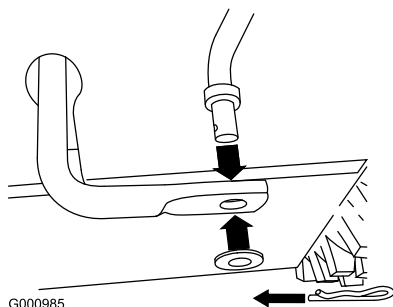

Bild 5
1. Entfernen Sie den Splint und die Scheibe vom unteren Ende des Geschwindigkeitseinstellgestänges und setzen Sie das untere Ende der Stange in den unteren Gestängearm ein. Das gebogene Ende des Geschwindigkeitseinstellgestänges sollte nach hinten zeigen (Bild 5).